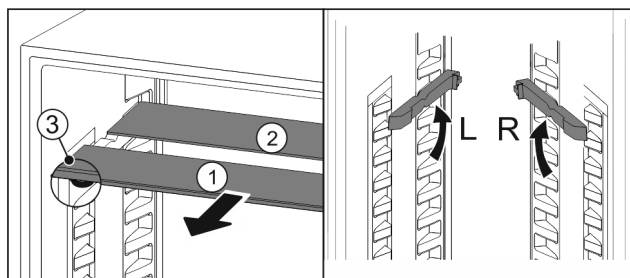

Fig. 87
- ▶ Издърпайте Fig. 87 (1) поотделно стъклените плочи напред.
- ▷ Стъклената плоча Fig. 87 (1) с декоративната лайсна е отпред.
- ▷ Ограничителите Fig. 87 (3) сочат надолу. Уреди с фризерно отделение.*